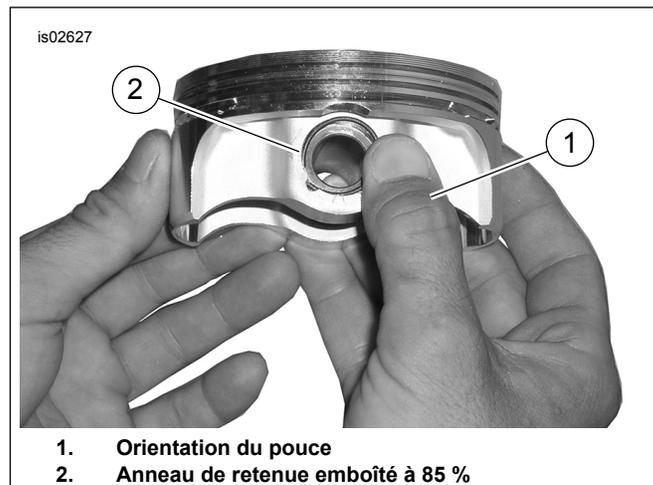

Figure 4. Installer l'anneau de retenue
- Voir Figure 4. Placer le pousseur (1) comme illustré et appuyer fermement jusqu'à ce qu'environ 85 % de l'anneau de retenue (2) soit emboîté dans la rainure.